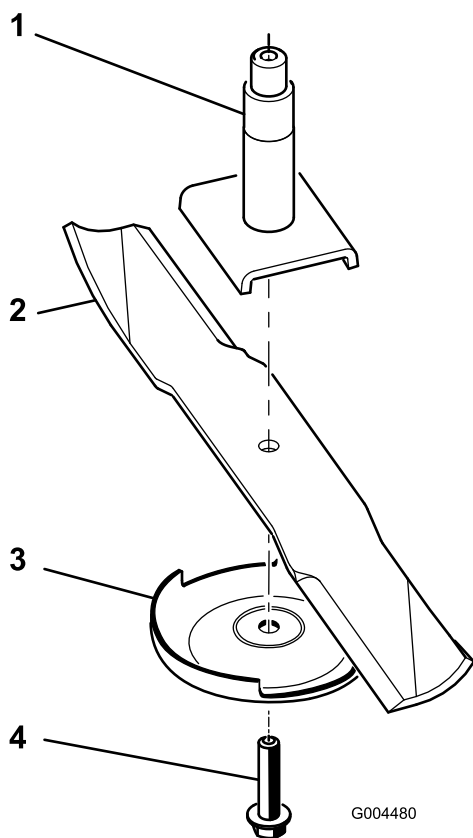

Figura 77
Nota: Se la lama rimane in posizione orizzontale, è bilanciata e può essere utilizzata. Se la lama non è bilanciata, limate del metallo soltanto dalla costa (Figura 77). Ripetete la procedura finché la lama non è perfettamente bilanciata.
1. Montate la lama sull'asse del mandrino (Figura 77).
2. Montate la piastra antistrappo e il bullone della lama (Figura 77).